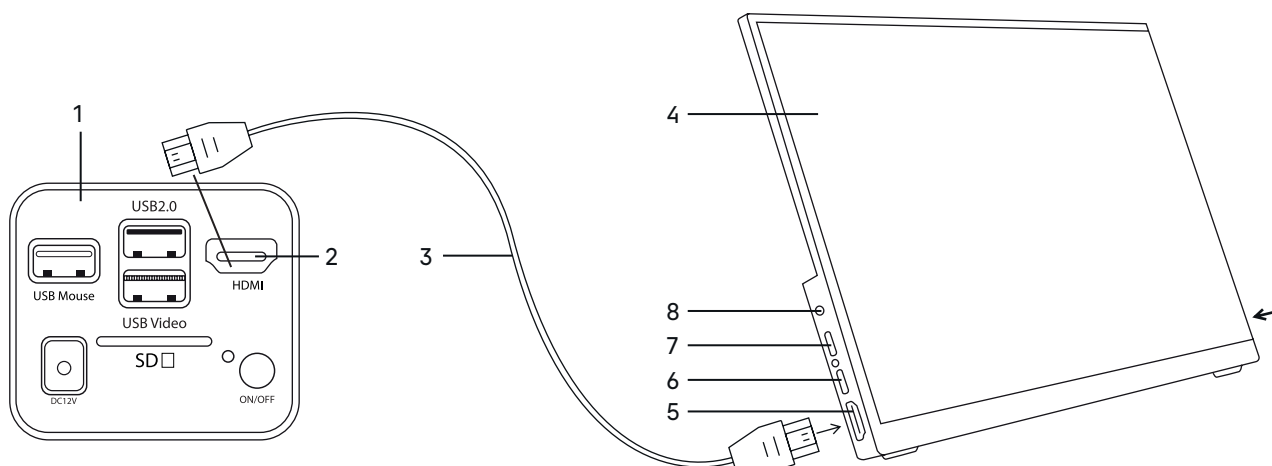

Рис. 18. Использование монитора
- Включите монитор нажатием нижней кнопки на боковой панели, как указывает стрелка (не показано на рис. 18).